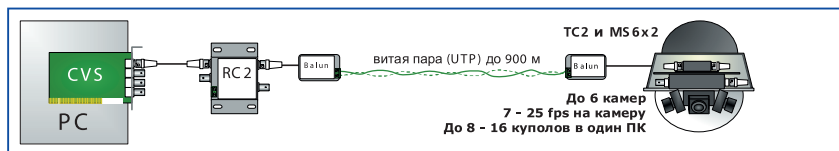

Рис. 4. Размещение коммутатора MS 6x2 и 6 камер в одном куполе
1. Для кругового обзора представляется перспективным размещение нескольких камер и коммутатора MS 6x2 с усилителем-корректором CVS-TC2 в одном кожухе купольного типа (рис. 4). Это может составить серьезную конкуренцию мегапиксельным IP-камерам.